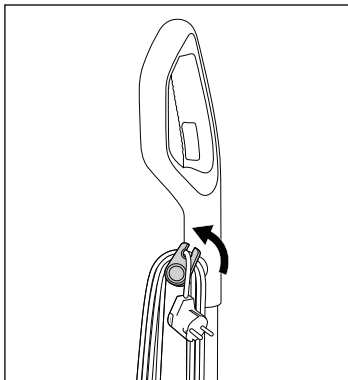

Fig. 43
- ◆ Puxe o suporte de cabo superior **16** um pouco para fora e rode-o novamente para cima (ver fig. 43).